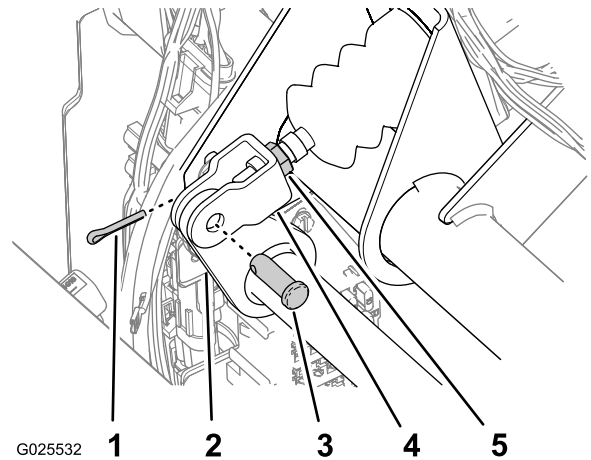

図 79
2. マスターシリンダのヨークをブレーキペダルのピボットに固定しているコッターピンとクレビスピンを取る 図 79。
4. ヨークをマスターシリンダのシャフトに固定しているジャムナットをゆるめる 図 79。
5. ヨークを調節してヨークの穴とブレーキペダルのピボットの穴を揃える 図 79。
6. ヨークをペダルのピボットに固定する クレビスピンとコッターピンを使用 図 79。
7. ヨークをマスターシリンダのシャフトに固定しているジャムナットを締める 図 79。